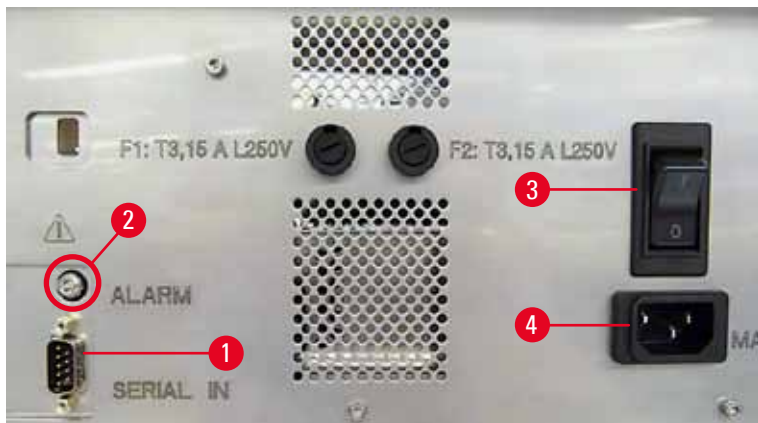

Fig. 27
- ① De elektriske tilkoblingene er plassert på apparatets bakpanel (→ "Fig. 27").